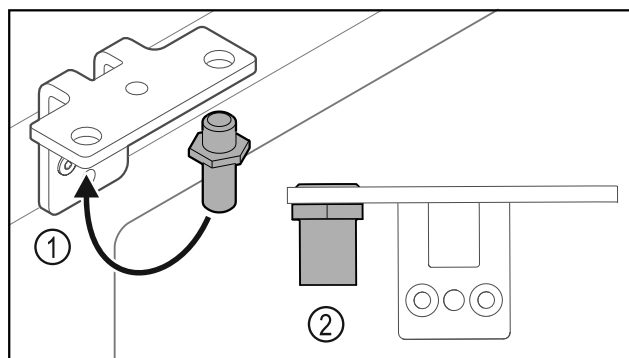

Fig. 33
- Premiestnite čap Fig. 33 (1) v uholníku závesu.
- Uťahnite čap Fig. 33 (2) ťahovacím momentom 12 Nm.